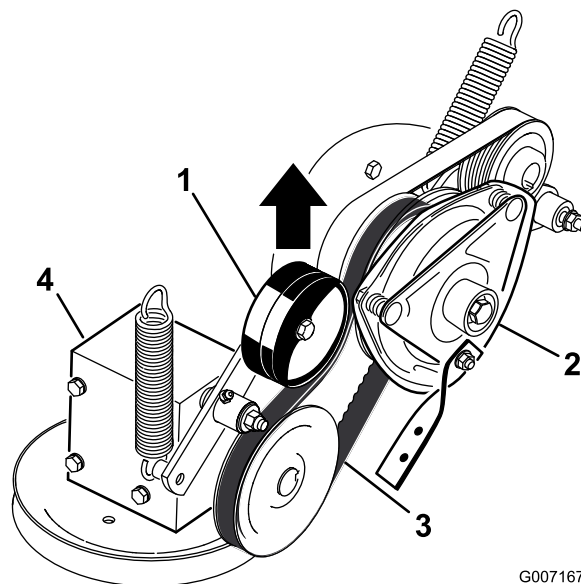

Figure 54
5. Tirez sur la poulie de tension rappelée par ressort de la courroie d'entraînement de PDF et déposez la courroie de la poulie d'embrayage (Figure 54).
17. Tirez sur la poulie de tension rappelée par ressort de la courroie d'entraînement de PDF et placez la courroie sur la poulie d'embrayage (Figure 54).